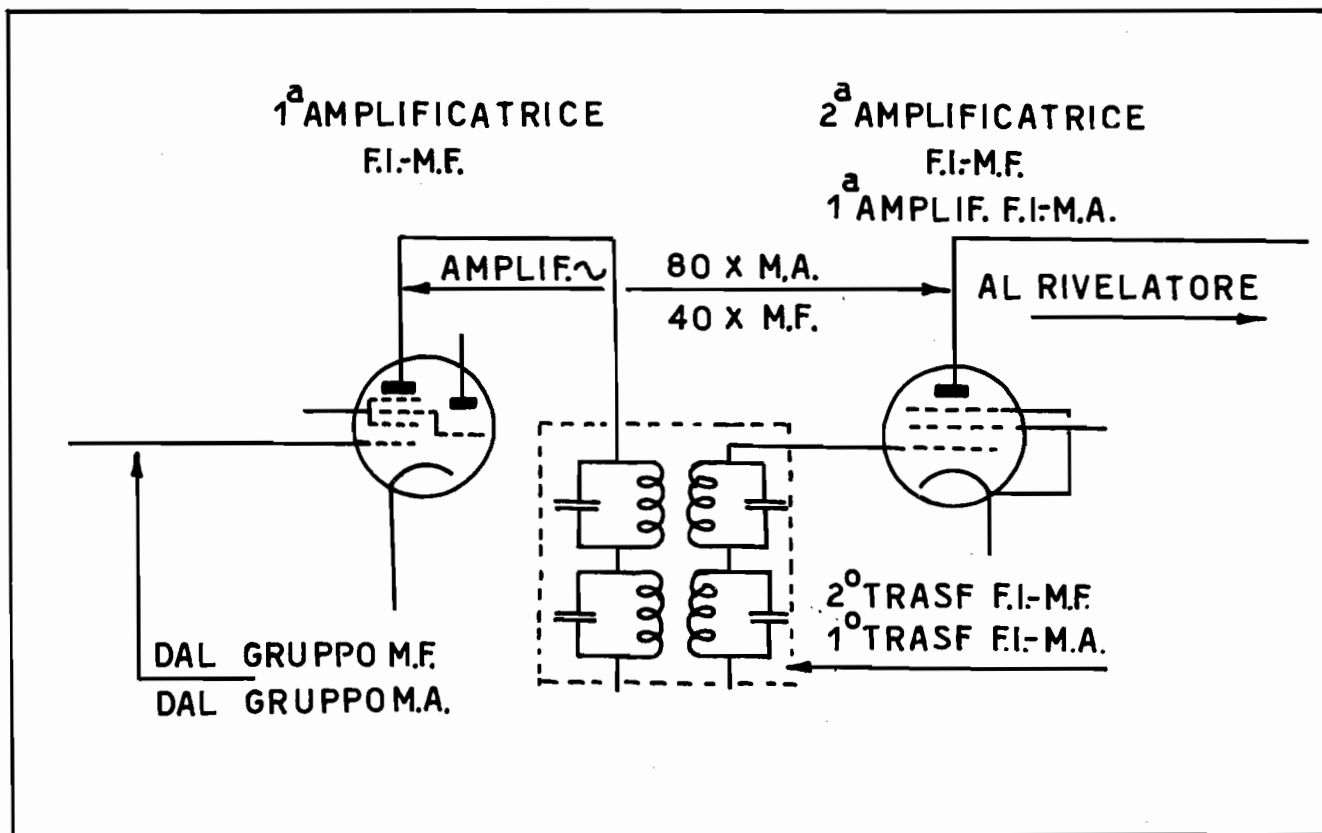

Fig. 2
- la valvola amplificatrice FI, che per la MA è la prima amplificatrice FI ed è la seconda amplificatrice FI per la MF (fig.2).